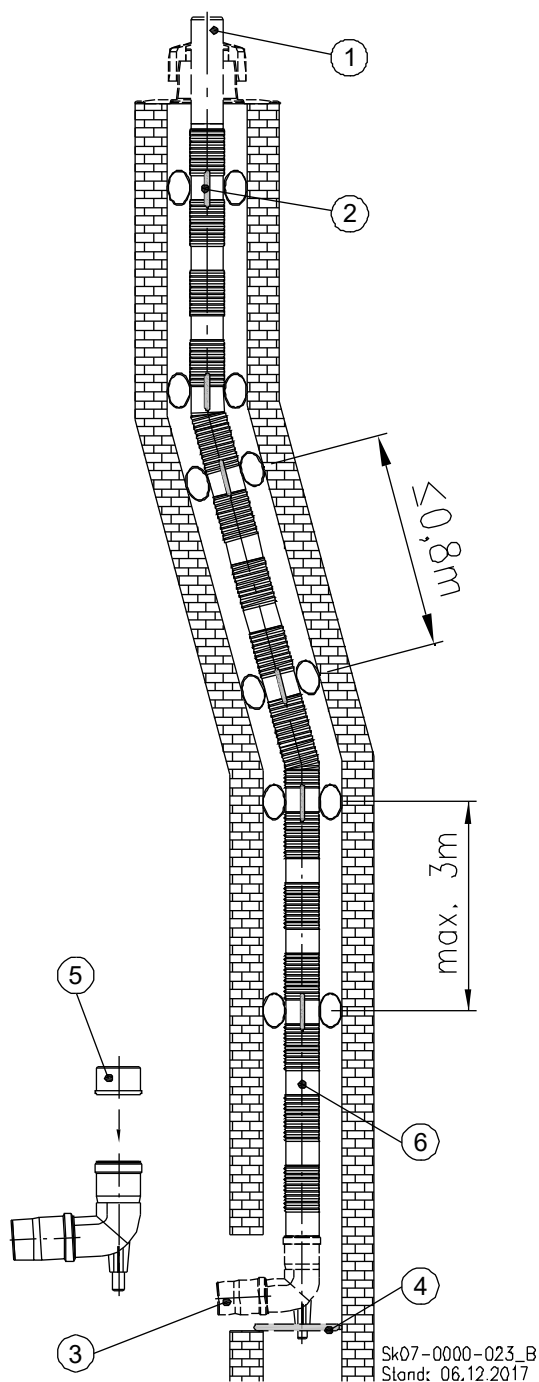
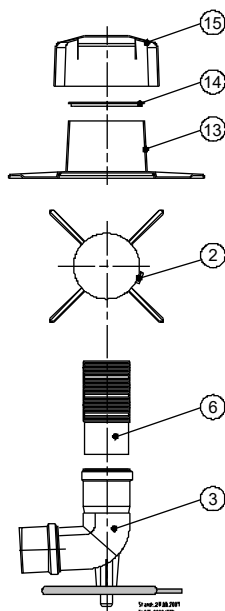

Abb. 60: Kaminsystem, flexibel
Abb. 62: Detail-Zeichnung Befestigung Schachtabdeckung
Legende zu Abb. 60:
- ➔ Säubern und entgraten Sie das Einsteckende des Abgasrohrs ⑥ (s. Abb. 60).
- ➔ Reiben Sie das Einsteckende des Abgasrohrs ⑥ mit säurefreiem Gleitmittel ein.
- ➔ Stecken Sie das sichtbare glatte Ende des Abgasrohrs ⑥ in den auf dem Auflager sitzenden Stützbogen ③.
Legende zu Abb. 62:
②	Abstandhalter
③	Stützbogen mit Auflager
⑥	Flexibles Abgasrohr
⑬	Unterteil der Schachtabdeckung
⑭	Flexrohrklemme
⑮	Abdeckhaube
- ➔ Schieben Sie als erstes das Unterteil der Schachtabdeckung ⑬ (s. Abb. 62) über das Leitungsende Abgasrohr ① (s. Abb. 60).
- ➔ Spreizen Sie die Flexrohrklemme ⑭ auf.
- ➔ Schieben Sie die aufgespreizte Flexrohrklemme über das Leitungsende bis zum Unterteil der Schachtabdeckung ⑬.